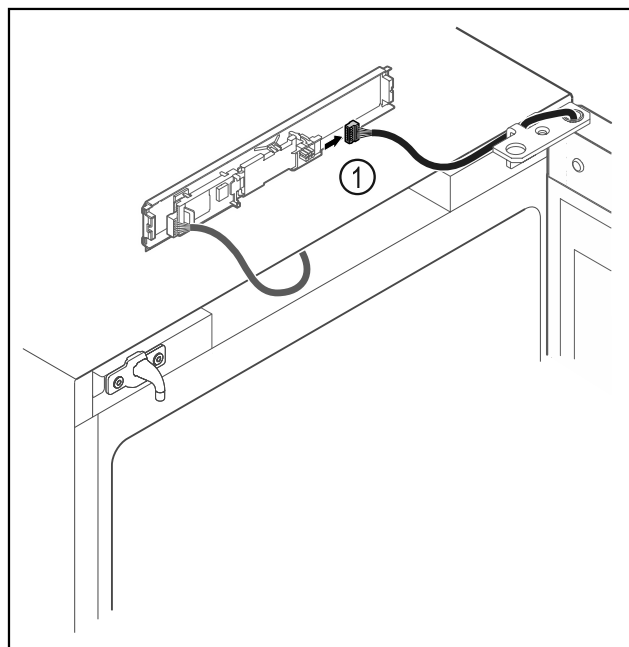

Fig. 15
- ▶ Odvojite utikač Fig. 15 (1) od tiskane pločice.